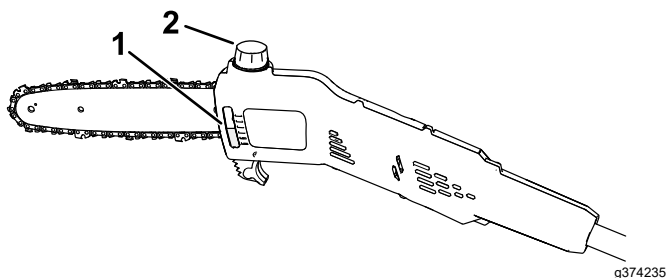

Figure 16
2. Vérifiez le niveau d'huile par le regard. Si l'huile ne recouvre pas le regard, faites l'appoint d'huile pour guide-chaîne et chaîne selon les besoins (Figure 16).
4. Nettoyez la surface autour du bouchon d'huile (Figure 16).
5. Retirez le bouchon et versez de l'huile pour guide-chaîne et chaîne dans l'élagueuse sur perche jusqu'à ce que le réservoir soit plein (Figure 16).